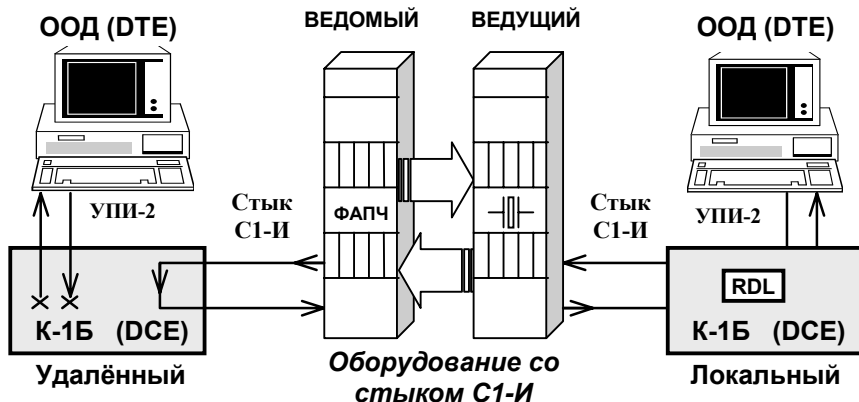

Рис. 12 Проверка Удаленный шлейф (RDL) для АКД (DCE)
Если конвертер является АКД (DCE) устройством, то проверка *Удаленный шлейф (Remote Digital Loopback)* обеспечивает возможность полной проверки канала передачи данных, образованного с помощью двух однотипных конвертеров. Рис. 12 иллюстрирует принцип проверки *Удаленный шлейф (RDL)* для одного направления. Конвертер позволяет выполнить проверку канала передачи данных
Для организации проверки канала передачи данных в режиме **Удаленный шлейф (RDL)** с помощью ООД (DTE) необходимо подключить конвертеры и установить необходимый режим преобразования, а микропереключатели **S1.8**, **S2.8** должны находиться в положении **Off**. Затем на одном конвертере, назовем этот конвертер **ЛОКАЛЬНЫМ**, необходимо установить тумблер **RDL-o-LL** в положение **RDL**. На другом конвертере, см.Рис. 12, назовём его **УДАЛЕННЫМ**, тумблеры должны находиться в среднем положении (рабочий режим).
1. **ЛОКАЛЬНЫЙ** конвертер переводит цепь **DCD** УПИ-2 в пассивное состояние, гасит индикатор **CD**, затем переводит **УДАЛЕННЫЙ** конвертер в режим заворота данных через стык С1-И, см.Рис. 12.